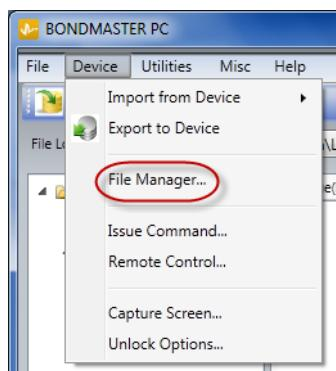

Рис. 7-16 Команда File Manager (Диспетчер файлов)
- ◆ В меню **Device** программного обеспечения BondMaster PC выберите **File Manager** [Диспетчер файлов] (см. Рис. 7-16 на стр. 212).